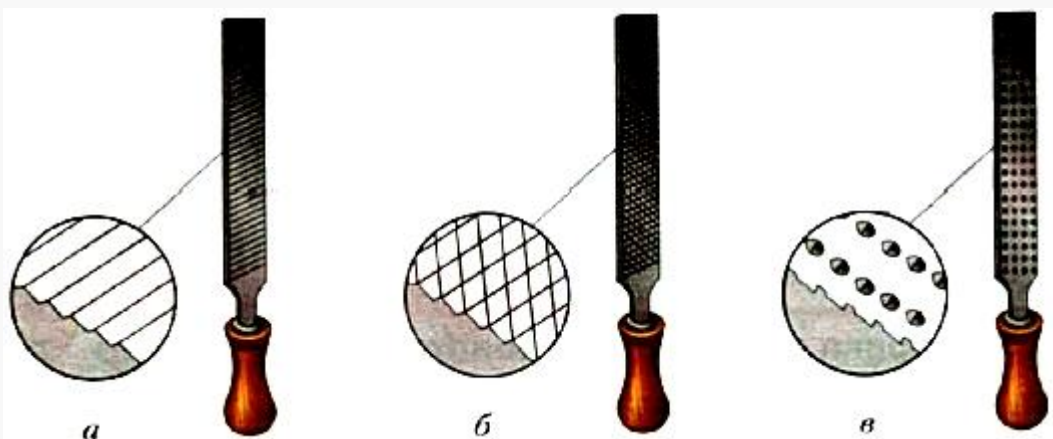

Рис. 4. Формы насечек напильников: а — одинарная; б — двойная; в — рашпильная
2. По **виду насечки** напильники могут быть с одинарной, двойной и рашпильной насечками (рис. 4). Каждая насечка — зуб напильника — имеет форму клина (клиновидную форму имеют также зубья ножовки и режущая кромка зубила).